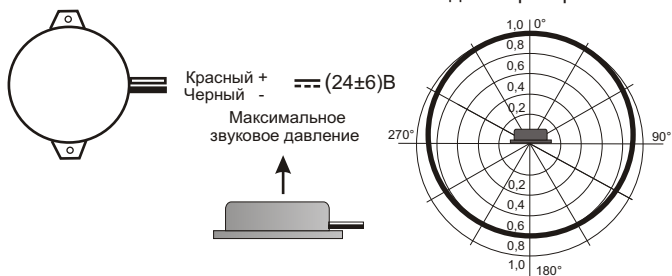

Рис.2 Схема подключения и диаграмма направленности оповещателя.
- Диаграмма направленности звука на рис.2 (п.5.3)
5.1. Перед установкой необходимо проверить внешний вид оповещателя на наличие повреждений и проверить работоспособность следующим образом: подключить источник питания (типа Б5-7) к выводам оповещателя (рис.2), предварительно установив напряжение питания  $(24 \pm 6)$  В. При этом оповещатель должен выдать звуковой сигнал.
5.3. На рис.2 показана схема подключения и диаграмма направленности звука оповещателя.